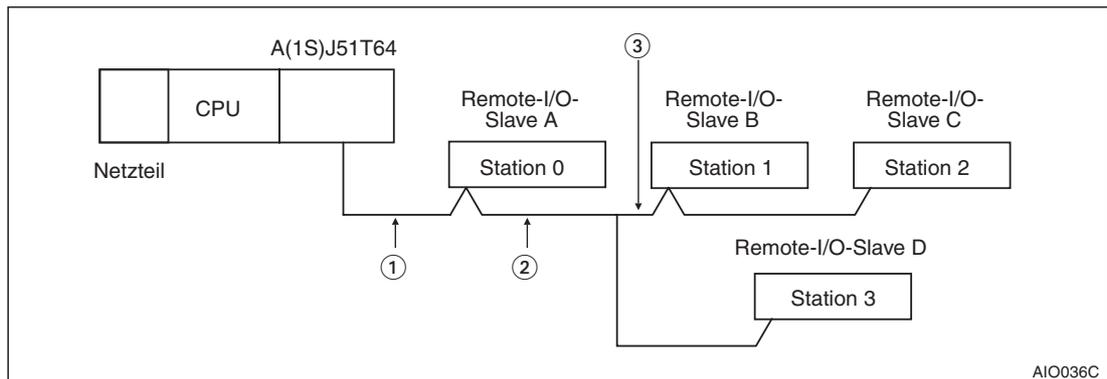

Abb. 6-1: Konfiguration des Diagnosebeispiels
PW ● RUN ○ SD ○ RD ○ ERR ○	Die Verdrahtung ist an einer Stelle unterbrochen, ein Remote-I/O-Slave ist defekt, oder die 24-V-DC- Versorgungsspannung wurde abgeschaltet.  Wenn die PW-LED an allen Remote-I/O-Slaves leuchtet ist der Bus bei dieser LED-Anzeigenkonstellation an der Stelle ① (siehe Abb. 6-1) unterbrochen.